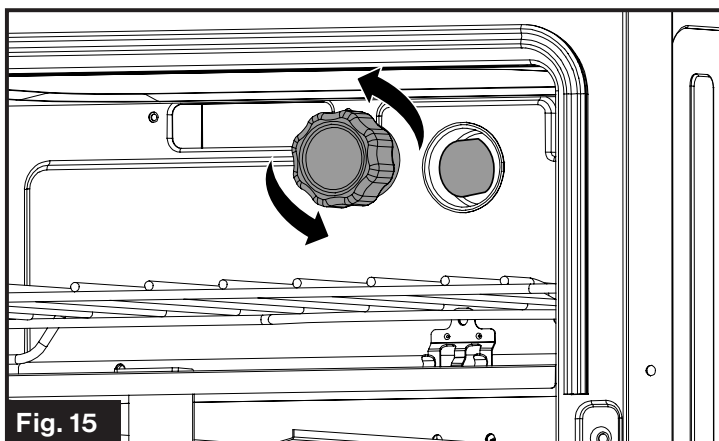

Fig. 15
2. Retirez le couvercle en verre de la douille de la lampe. (Fig. 15)